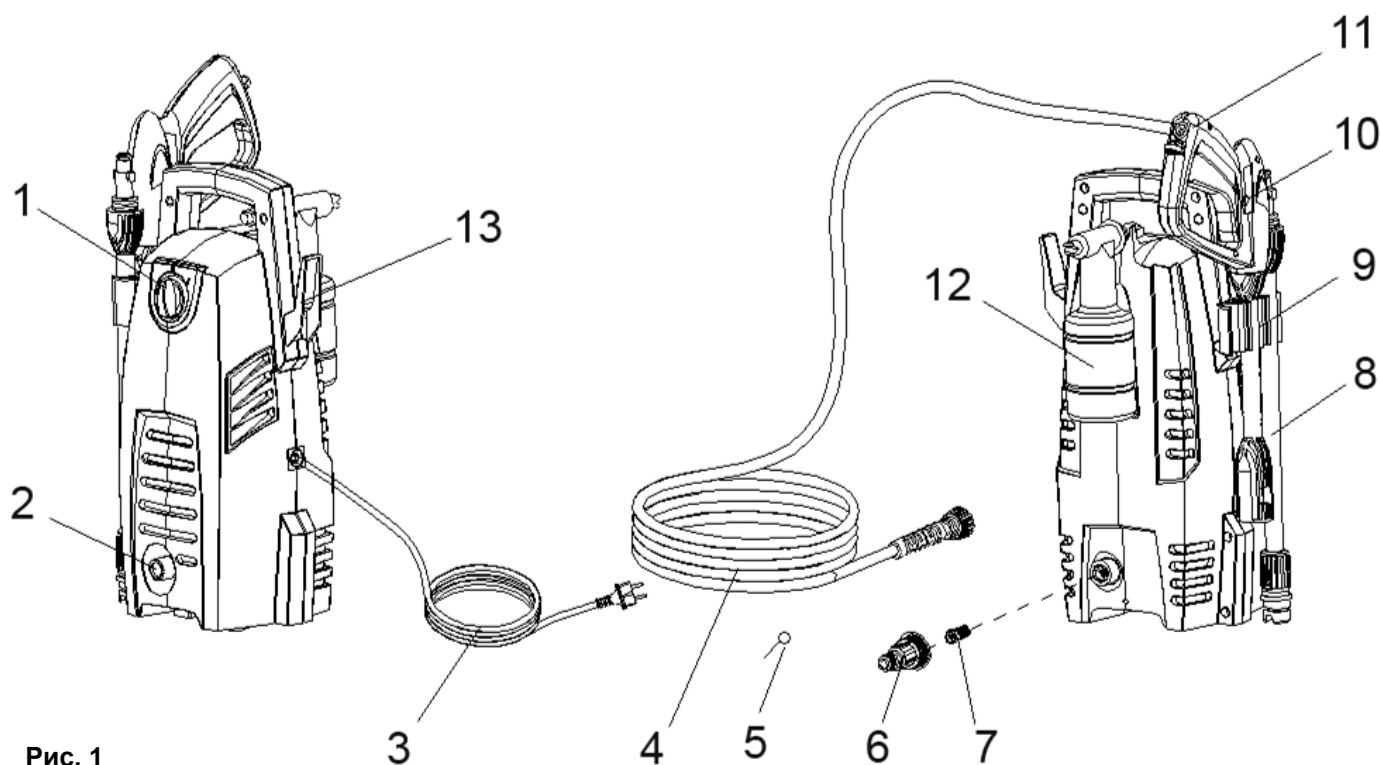

Рис. 1
- Установите крепление пистолета-распылителя в скобу на корпусе мойки до щелчка (См. Рис.1)
- Установите выключатель (1) (см. Рис.1) в положение в положение «ВКЛ» (ON).
- Отожмите кнопку блокировки (11) и направьте форсунку пистолета - распылителя на обмываемый участок.
- Отожмите кнопку блокировки (11) (См. Рис. 1) и направьте форсунку на обмываемый участок.